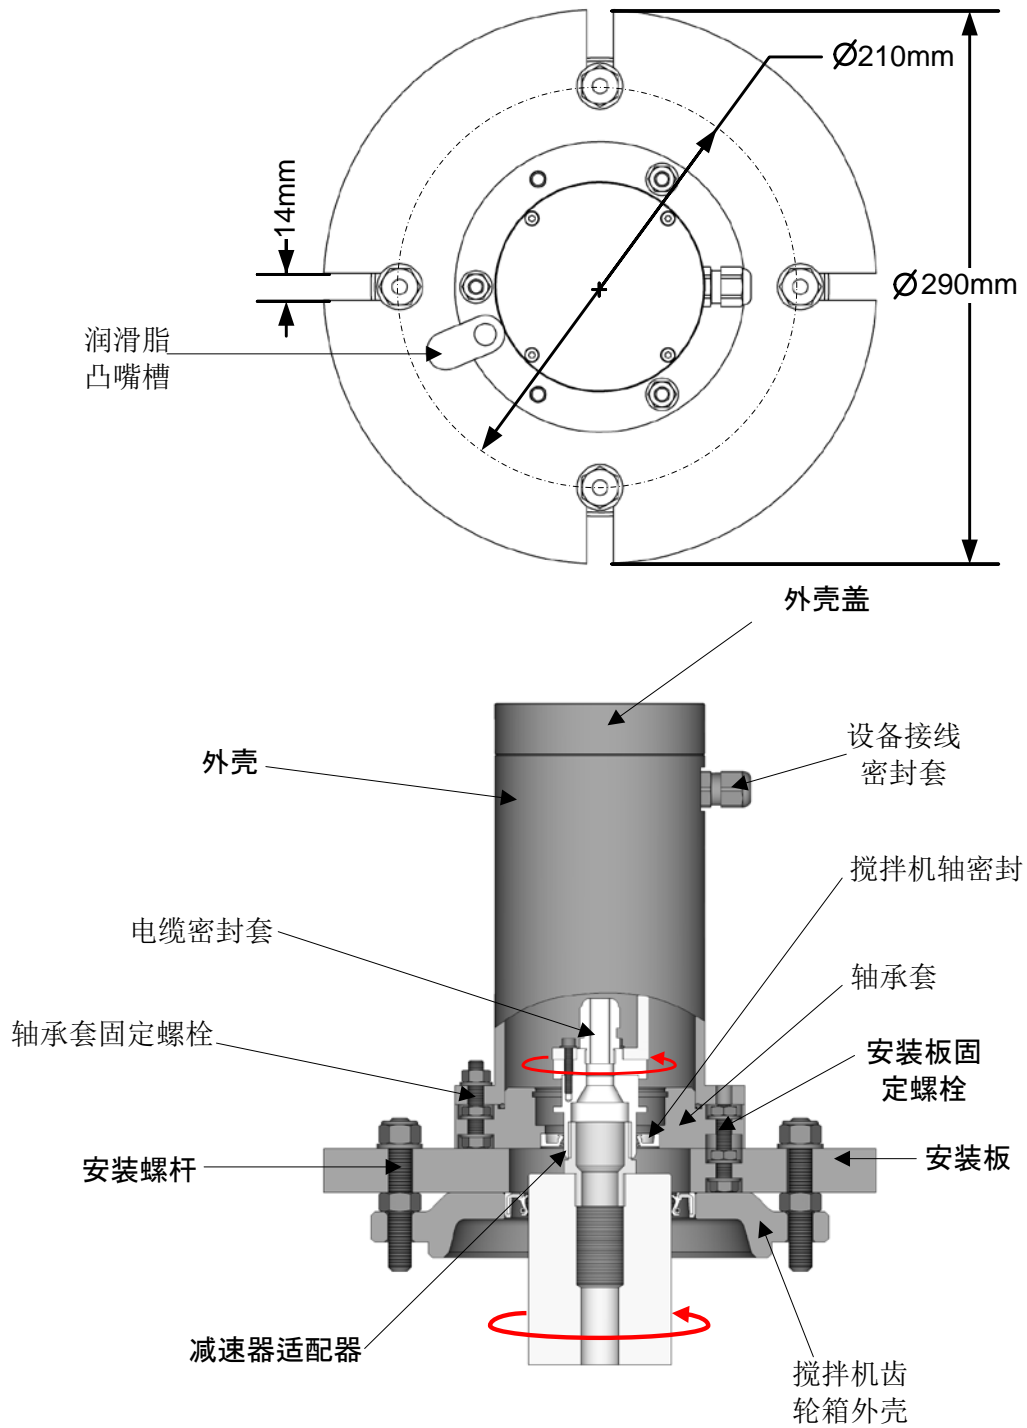

图 18: 类型“A”旋转接头总成
在一些搅拌机上，螺纹适配器使旋转接头可以直接连接齿轮箱轴。根据搅拌机的类型提供两个黄铜减速器。一个是 1" BSP 凸式至 1/2" BSP 凸式适配器，另一个是 1" BSP 凸式至 3/4" BSP 凸式适配器。采用这两种适配器时的结构如图 18 所示。
- 确保将用于固定轴承套的固定螺栓安装在固定板上。请参见图 18。